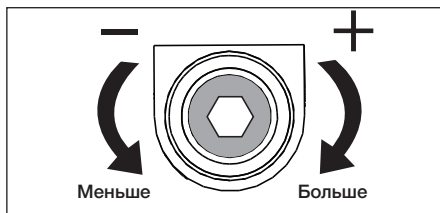

Рисунок 14 – регулировочный винт
4. Шестигранным торцевым гаечным ключом на 7/32 дюйма отверните регулировочный винт предохранительного клапана, приблизительно, на 2 оборота. См. рисунок 14.